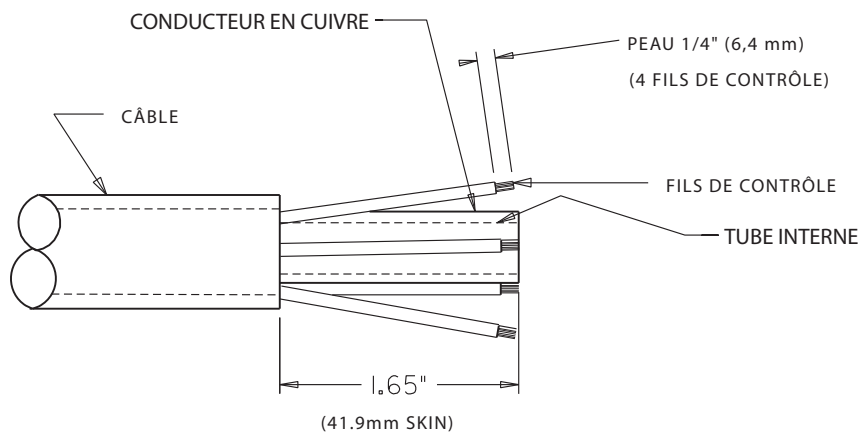

Figure E.2
Couper la section endommagée du câble et dénuder la gaine extérieure sur 1,65 pouces. Prendre soin de ne pas couper l'isolation sur les fils de contrôle en dénudant la gaine. Dénuder les quatre fils de contrôle sur 0,25 pouces et sertir une nouvelle terminale S19492-2 sur le fil blanc et le fil noir. Ôter du câble coupé les fils branchés sur les fils de contrôle rouge et bleu et souder ces fils sur les fils bleu et rouge du câble récemment ébarbé. Isoler les branchements avec un tube thermorétractible ou du ruban adhésif. (Voir la Figure E.2).
- e) Couper la section endommagée du câble et dénuder la chemise extérieure comme indiquée sur la Figure E.2. Faire attention de ne pas couper l'isolation des fils de contrôle en dénudant la chemise. Dénuder les quatre fils de contrôle sur 0,25 pouce (6,4 mm).